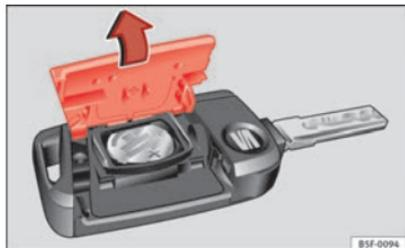

Abb. 48 Fahrzeugschlüssel: Deckel des Batterie-fachs öffnen.
- Abdeckung auf der Rückseite des Fahrzeugschlüssels ⇒ Abb. 48 in Pfeilrichtung abnehmen ⇒ ①.
- Abdeckung wie gezeigt ansetzen ⇒ Abb. 48 und entgegen der Pfeilrichtung auf das Fahrzeugschlüsselgehäuse drücken, bis sie einrastet.